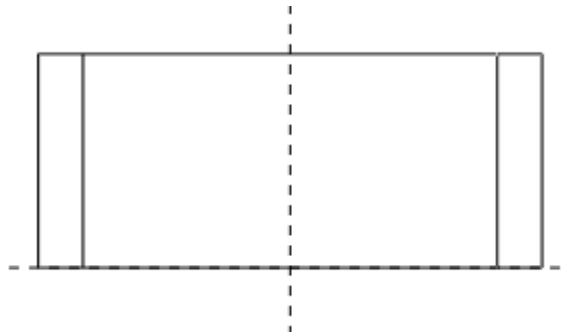

图 52-7
- (4) 单击【正向】 【缺省】选项，进入草绘工作环境，如图 52-7 所示。